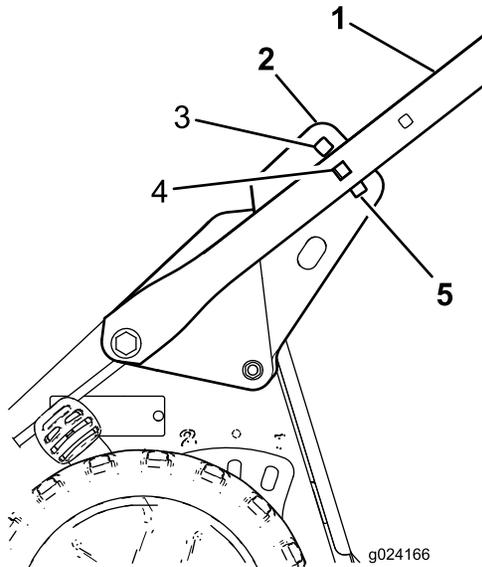

Bild 4
- Stellen Sie sich hinter die Maschine in der Einsatzstellung, um die für Sie komfortabelste Bügelhöhe zu ermitteln (Bild 4).